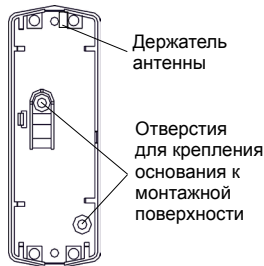

Рисунок 2 – Основание
8.2 Выбрав место установки извещателя, произведите разметку для его крепления. Для разметки может быть использовано основание (см. рисунок 2).
ВНИМАНИЕ! Антенна должна быть установлена на держатель (см. рисунок 2). Размещение антенны вне держателя существенно снижает дальность радиосвязи.